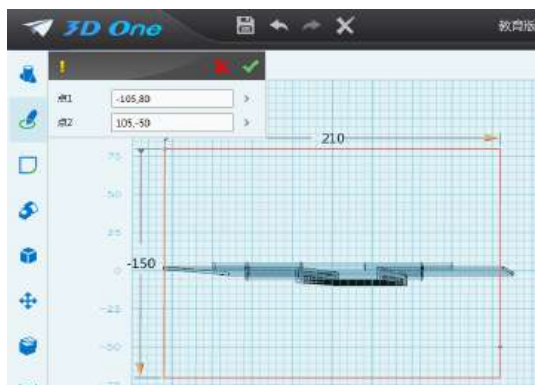
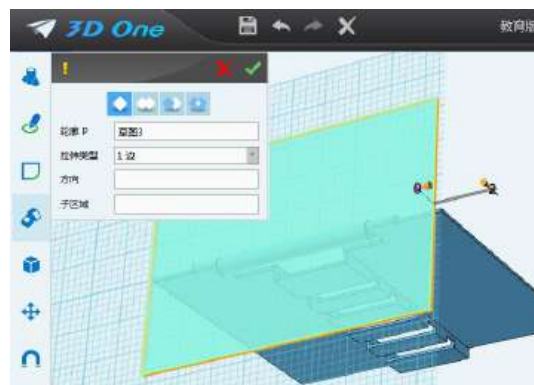

图 14-19
图 14-20
6. 制作底板：视图角度调整为“下”，鼠标选取“矩形”命令，在轴套下方单击出现参考网格，在如图 14-19 所示位置绘制长 210；宽 150 的矩形。鼠标选取“拉伸”命令，对草图进行拉伸，拉伸距离为 2，如图 14-20。如底板不正，利用“动态移动”命令进行调整。